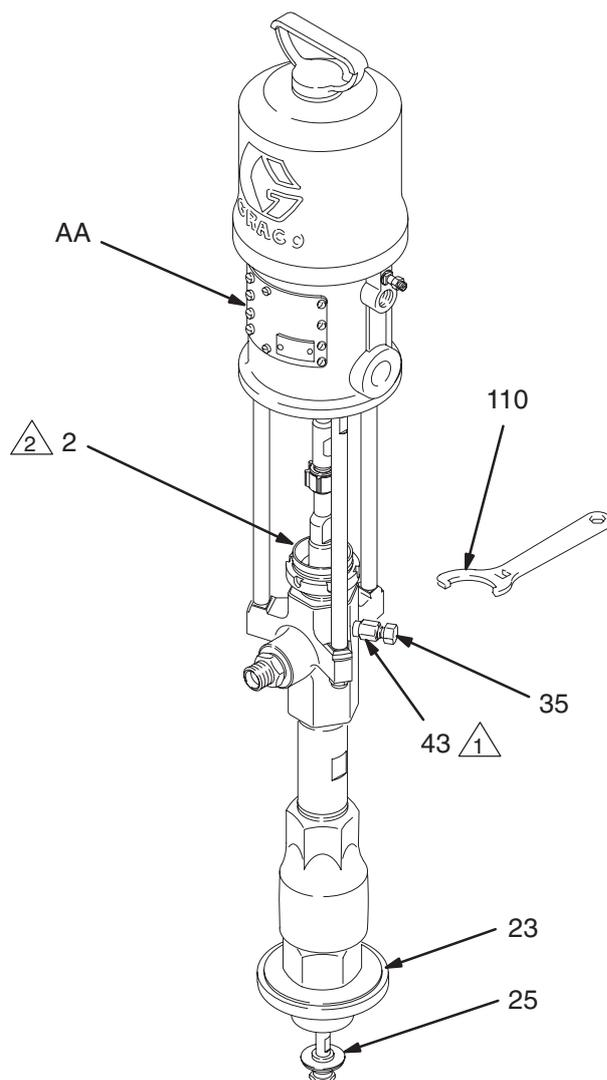

Fig. 3
Avant de démarrer, remplir l'écrou de presse-étoupe (2) au tiers avec du lubrifiant Graco (TSL) ou un solvant compatible. Voir Fig. 3.
Voir Fig. 3. Le piston d'amorçage (25) et le piston du moteur pneumatique (situé derrière les plaques du moteur, AA) se déplacent pendant le fonctionnement.
9. Si l'on ne parvient pas à amorcer la pompe correctement, ouvrir le bouchon de la vanne de purge (35) doucement. Utiliser le trou en dessous du corps de la vanne (43) comme vanne d'amorçage jusqu'à ce que le produit arrive jusqu'au trou. Voir Fig. 3. Visser le bouchon (35).